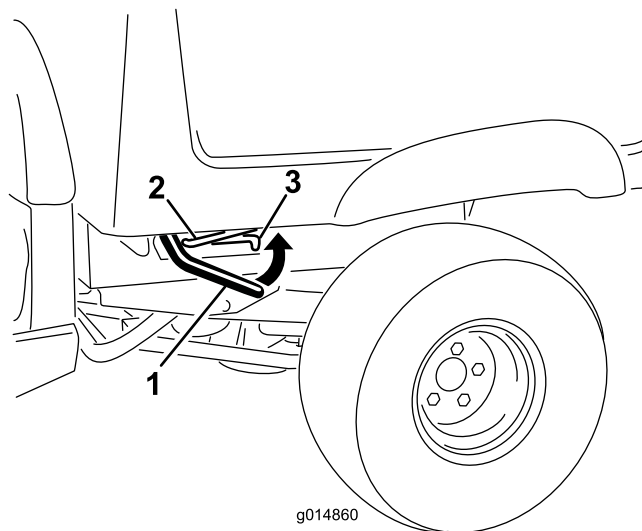

Figure 10
1. Levez le levier de verrouillage situé de chaque côté près du coin avant du plateau, et relevez le plateau (Figure 10).
2. Bloquez le plateau en tirant la béquille dans le cran de verrouillage au bout de la fente située dans le cadre gauche de la machine (Figure 10).
1. Relevez légèrement le plateau en soulevant le levier de verrouillage (Figure 10).
2. Tirez la béquille hors de la fente de verrouillage (Figure 10).
3. Abaissez le plateau jusqu'à ce qu'il se verrouille fermement (Figure 10).